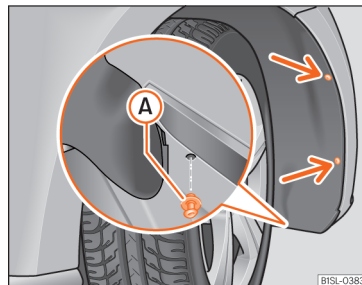
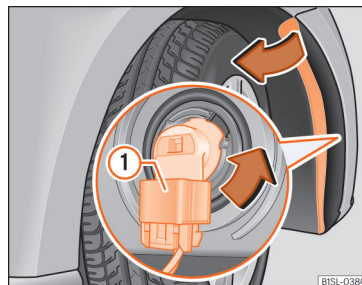

Abb. 87 Im Radhaus vorn rechts: Befestigungsschrauben (Pfeile) herausdrehen und Spreizniete A entfernen.
Abb. 88 Glühlampe im Scheinwerfer auswechseln.
1. 2 Befestigungsschrauben der Radhausverkleidung » Abb. 87 (Pfeile) mit dem Schraubendreher herausdrehen » Seite 77.
4. Anschlussstecker » Abb. 88 ① entriegeln und abziehen.
5. Lampenhalter » Abb. 88 in Pfeilrichtung bis zum Anschlag **entgegen dem Uhrzeigersinn** drehen und mit der Glühlampe nach hinten herausziehen.
8. Anschlussstecker ① auf den Lampenhalter stecken. Der Anschlussstecker muss hörbar einrasten.
10. Spreizniete in die Radhausverkleidung und den Stoßfänger einsetzen und vollständig hineindrücken » Abb. 87 A.
11. Die 2 Befestigungsschrauben » Abb. 87 (Pfeile) mit dem Schraubendreher festdrehen.